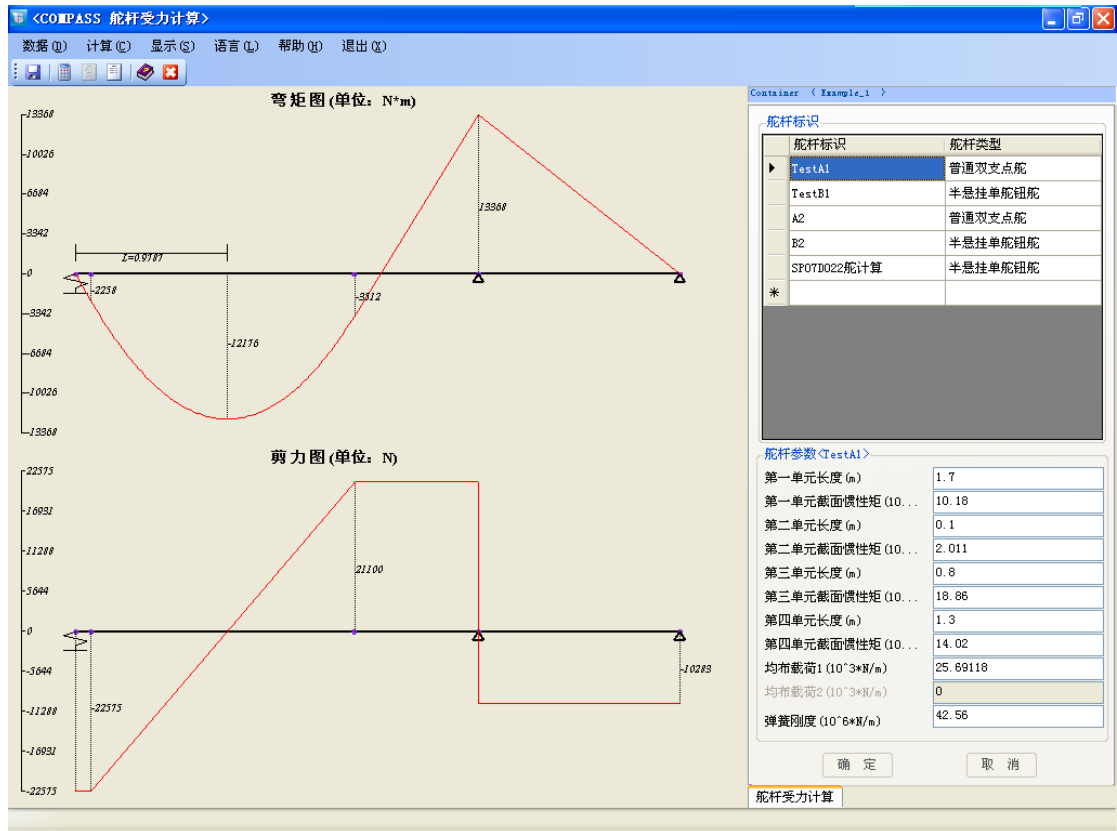

图 3.2 弯矩图和剪力图
- 数据输入完，点击确定按钮，保存后，图形区会画出该数据下的弯矩图和剪力图，如图 3.2 所示。